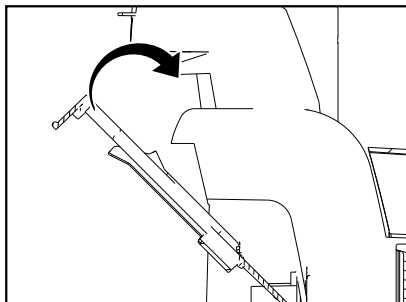

Fig. 4
- Relevez le haut du col de sac jusqu'à ce que le support du sac s'enclenche sur l'aspirateur (Fig. 4).